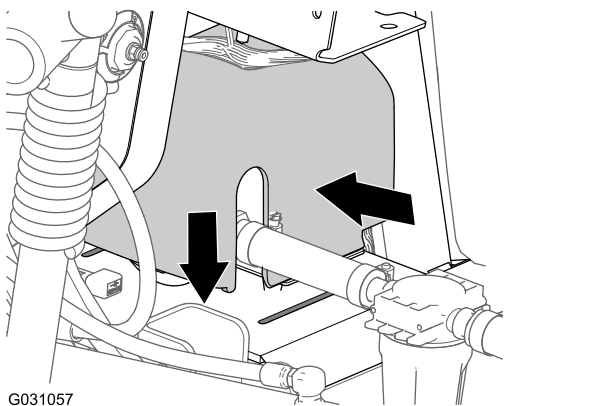

Figura 185
2. Alinee la cubierta de la bomba de enjuague sobre la placa base de la bomba de enjuague (Figura 185).
3. Presione los lados de la tapa de la bomba de enjuague y alinee las pestañas de la tapa con la placa base (Figura 185).
4. Introduzca las pestañas en las ranuras y suelte los lados de la tapa (Figura 185).